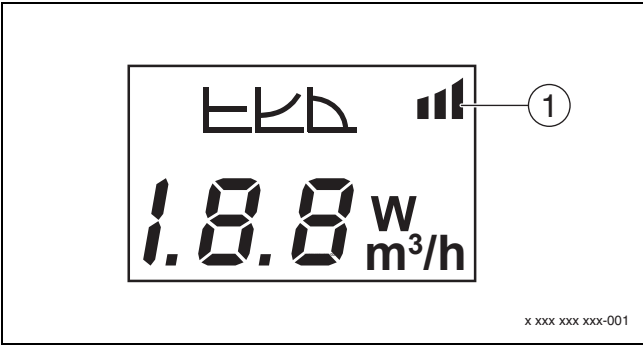

Bild 8 Display
- Um die gewünschte Betriebsart einzustellen, Bedienknopf mindestens 0,5 Sekunden drücken, bis das Symbol für Externe Vorgabe (→ Bild 8 [1]) blinkt.